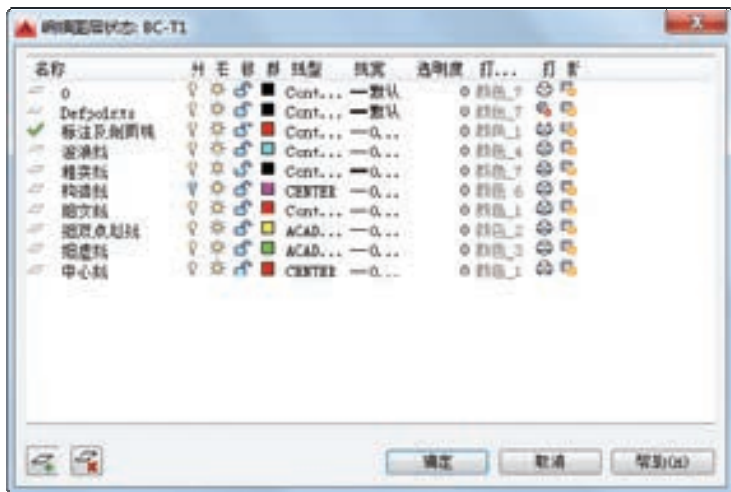

图 6-21 “编辑图层状态：BC-T1”对话框
- “编辑”按钮：在“图层状态”列表中选定命名图层状态后单击此按钮，弹出“编辑图层状态：BC-T1”对话框，如图 6-21 所示，从中可以修改选定的命名图层状态。